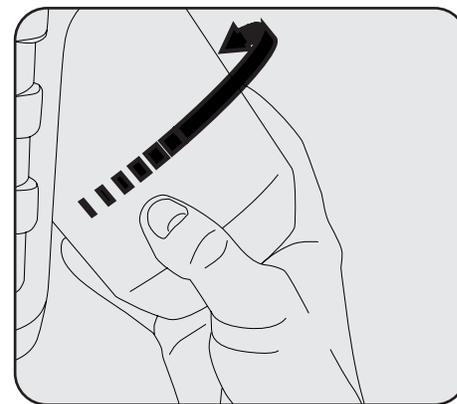

Figure 2
2. Basculer le régulateur vers l'extérieur (à l'arrière du radiateur) pour faciliter l'installation du réservoir. Visser le cylindre jetable d'alimentation de 1 lb en sens horaire (par le bas) dans le radiateur portable, jusqu'à ce qu'il soit bien serré à la main. Voir la figure 2. Ne pas utiliser de scellant à filetage sur cette connexion.